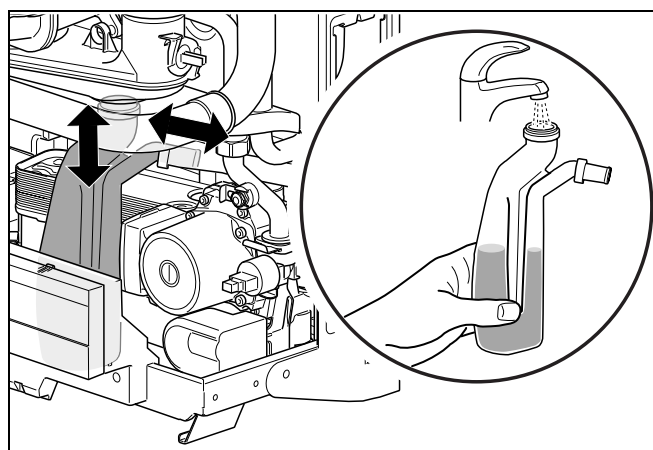

fig. 52 Sifon reinigen
- Trek de sifon uit de mof met de lippakking naar beneden weg en trek deze uit de afvoer (→ fig. 52).
- Verwijder de sifon (→ fig. 52).